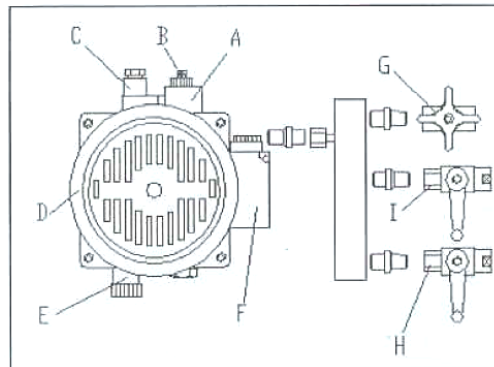

Рисунок 19
1. Открыть все 3 отсечных вентиля подачи масла (повернуть влево вентиль «G» на 1-2 оборота, повернуть вправо вентили «H» и «I» на 90 град., как показано на рис. 19).
- B. Повернуть отсечной вентиль заправки масла «H» ИЛИ «I» на 90 град., как показано на рис. 19, чтобы открыть его.